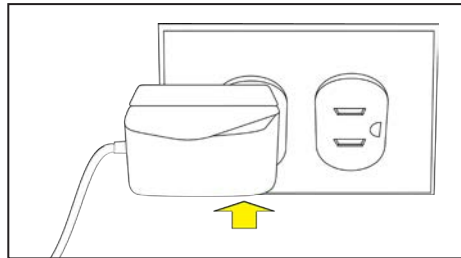

Figura 15. Inserção do adaptador CA a uma tomada.
PASSO 4. Conecte o adaptador CA a uma tomada. Ver Figura 15.